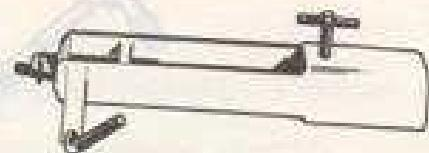

Fig. 9
- Un attelage simple (fig. 9) permettant seulement la fixation d'une charrue.